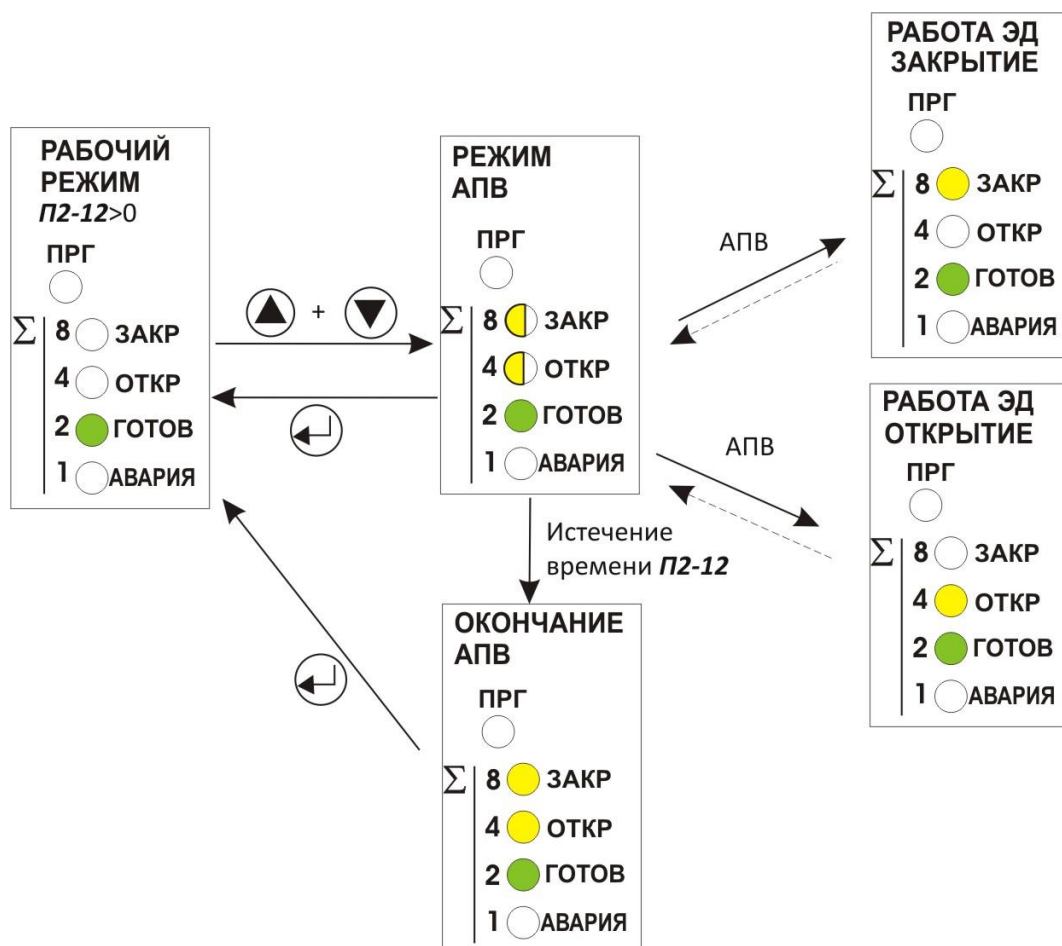

Рисунок 12 - Схема работы режима автоматического повторного включения (уставка П2-12>0)
1.12.5 Вместо режима тестового включения в меню уставок может быть включен режим АПВ (автоматического повторного включения) (уставки $P2-12...P2..14$, Приложение Б) с заданной длительностью работы, частотой включений и продолжительностью включения для проверки пускателей в лабораторных условиях (рис. 12).